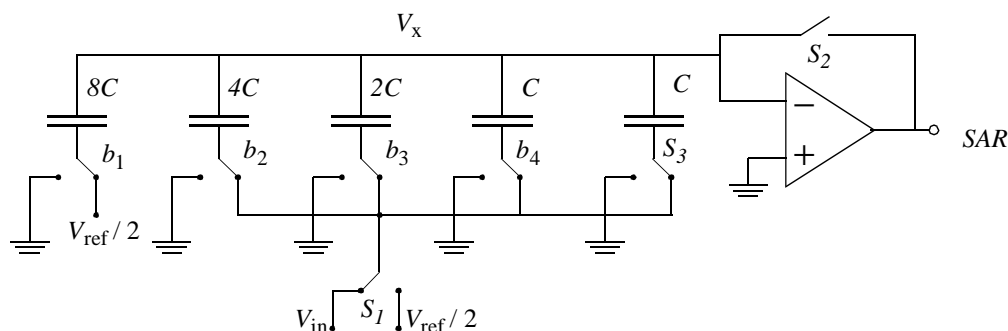

Figura 4: Convertidor A/D de aproximaciones sucesivas bipolar basado en redistribución de carga
3.11) Explicar como se convierte el código digital con signo obtenido en el convertidor A/D basado en aproximaciones sucesivas, como el de la Figura 4 en código en complemento a 2.